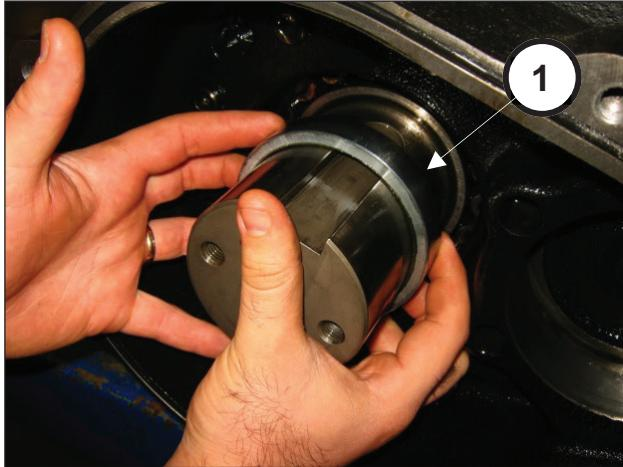

Рис. 16
Снимите опорное кольцо зубчатого колеса (поз. ①, Рис. 16).